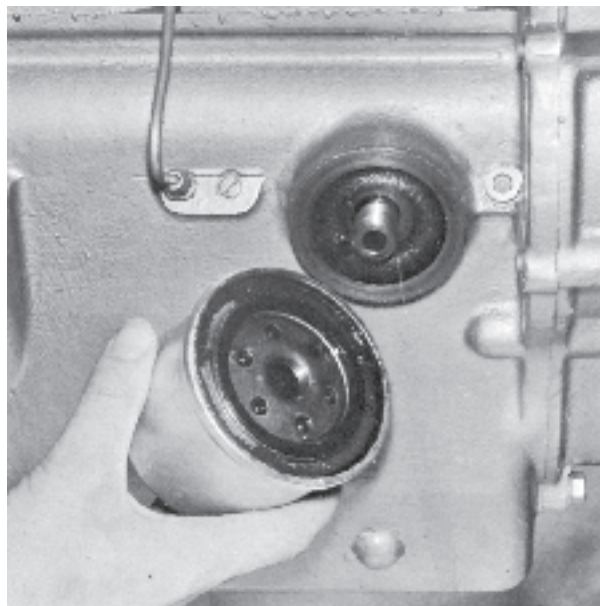

Fig. 45. Demontering av smörjoljerenare
1. Skruva av den gamla renaren, fig. 45.